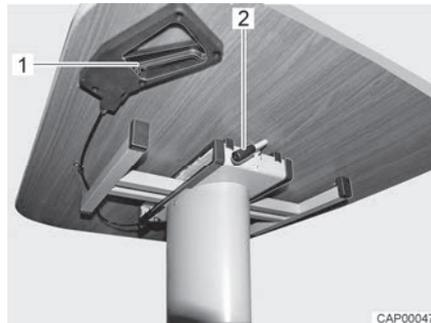

Bild 50 Hubtisch verschieben
- Hebel (Bild 50,2) nach unten schwenken, bis er senkrecht nach unten steht.
- Hebel (Bild 50,2) nach oben schwenken, bis Tischplatte fixiert ist.
- Verriegelungsgriff (Bild 50,1) ziehen.
- Verriegelungsgriff (Bild 50,1) loslassen. Die Tischplatte bleibt in der eingestellten Höhe.